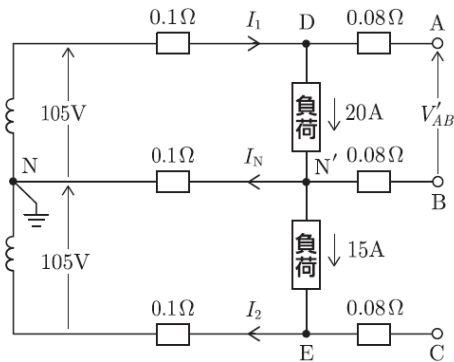

図1 太陽光発電設備を接続する前の等価回路
(a) 太陽光発電設備を接続する前の等価回路を図1に示す。変圧器二次側の電流分布を見ると、両外線には各負荷電流が流れ、節点N'にはキルヒホッフの電流則が成り立つことから、中性線に流れる電流 i_N は、 i_N の正方向を図1のように決めると、式①のとおり両外線の電流差（ベクトル差）として示される。
I_N の計算結果が正（プラス）であることは、中性線電流は図 1 のとおり、負荷側から変圧器側に向かって流れることを示している。
次に各線を通る電流分布から各線路抵抗での電圧降下を考慮して、図 1 の等価回路からキルヒホッフの電圧則を立式することで端子電圧 V'_{AB} を求める。なお、太陽光発電設備が接続されていない段階では、問題図の AD 間、BN' 間、CE 間には電流が流れないことから電圧降下は生じないため、端子 A は節点 D と、端子 B は節点 N' と、端子 C は節点 E とそれぞれ同電位となり、上側の閉回路における負荷の端子電圧は AB 間の端子電圧 V'_{AB} と等しくなる。
(c) 小問 (a) では、図 1 の等価回路のとおり、上側と下側の二つの閉回路があることから、負荷の端子電圧をキルヒホッフの電圧則から求めることができた。本小問では AB 間が回路としてつながっていないため電圧則が使えないことから、電圧の定義 (回路の 2 点間の電位差) により求める必要がある。つまり、太陽光発電設備接続後の AB 間の端子電圧 V_{AB} は、端子 A の電位 V_A と端子 B の電位 V_B との電位差を表していることから、電位 V_A と電位 V_B を求めればよいことになる。